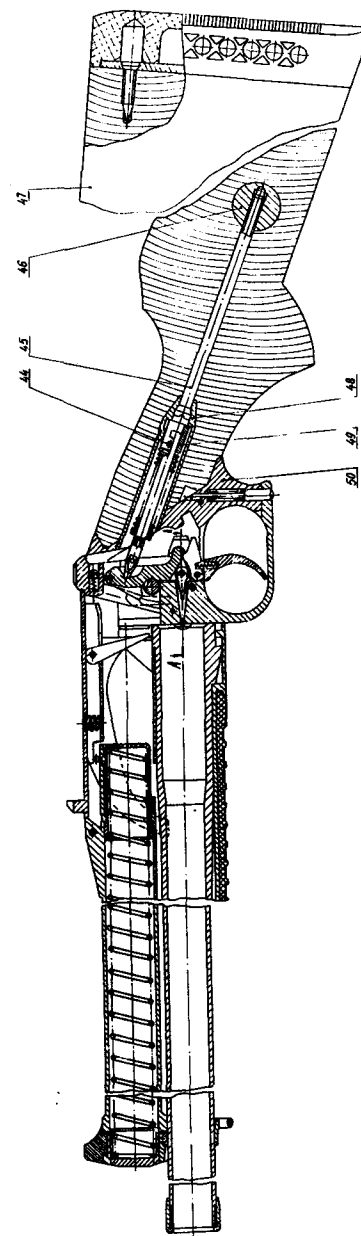

Рис. 4.4. Конструктивная схема и составные части
для ружья «Рысь» на рис. 4.4;
6.8.2. Приклад 47 ружья «Рысь» (рис. 4.4) включает фланец 50 с жестко скрепленной трубой 48 и тело приклада, выполненное из дерева или пластмассы.
Тело приклада крепится к фланцу винтом 45 (рис. 4.4), ввинчиваемым во вкладыш 46.